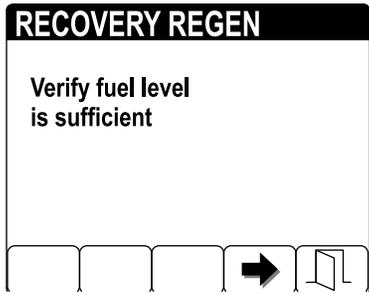

図 25
4. 燃料レベル確認 VERIFY FUEL LEVEL 画面で、燃料タンクの残量が ¼ 以上駐車再生の場合または ½ 以上リカバリ再生の場合あることを確認し、燃料残量に問題がなければボタン 4 で続行する 図 25。